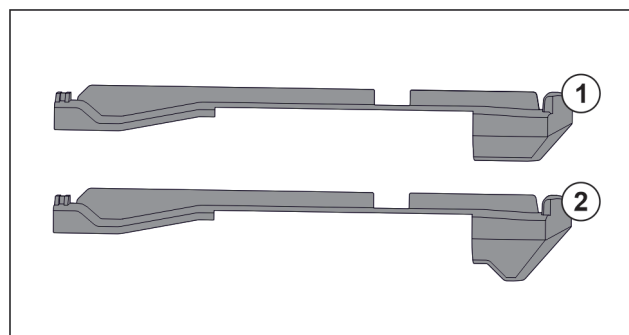

Fig. 78 Vergelijking van de insteekelementen
In het apparaat bevinden zich twee verschillende insteekelementen. Het insteekelement boven de onderste lade Fig. 78 (2) heeft een driehoekige rand. Alle overige insteekelementen Fig. 78 (1) hebben een rechte rand.
- Insteekelement Fig. 78 (2) met de driehoekige rand boven de onderste lade aanbrengen.
- ▶ Insteekelement *Fig. 78 (1)* met rechte rand op alle overige plekken aanbrengen.